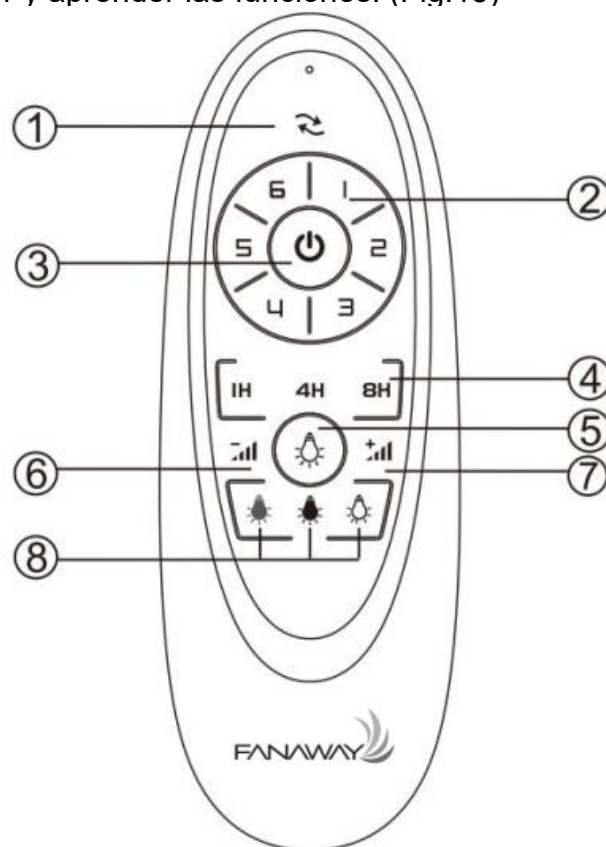

Fig. 13
3. Siga la siguiente guía para manejar el ventilador y aprender las funciones. (Fig.13)
① **Dirección del ventilador (interruptor de inversión de rotación)**
② **Velocidad del ventilador**